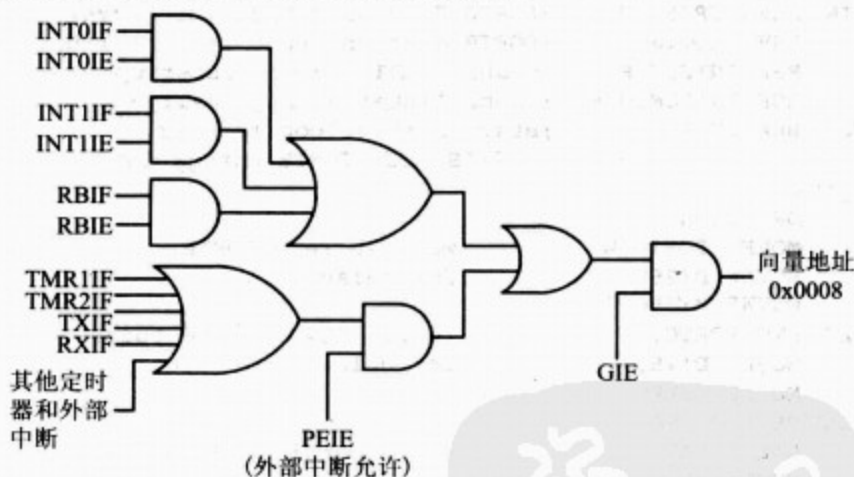

图 11-16 PORTB-变化中断(RBIF)
(2) INT0~INT2 的每个中断都有自己的标志位,且相互独立,而 PORTB 变化中断只有一个标志位。
(3) INT0~INT2 的每个中断都可以用编程的方法来选择是下降沿还是上升沿触发,而 PORTB 变化中断是由其中一个引脚的状态变化来触发的,可以从高电平到低电平的变化,也可以是从低电平到高电平的变化。如图 11-16 所示。